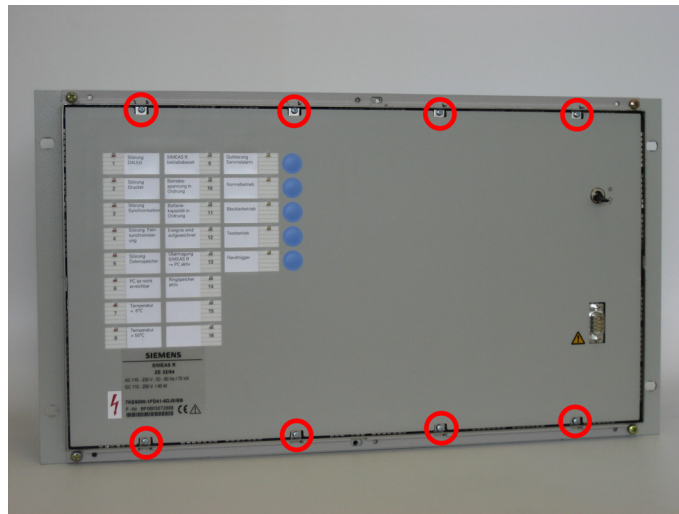

Bild 1-2 Frontplatte lösen
- Entfernen Sie die Schrauben am oberen Rand der Frontplatte. Die Schrauben am unteren Rand brauchen nur so weit gelöst zu werden, dass sich die Frontplatte leicht entfernen lässt (siehe Bild 1-2).